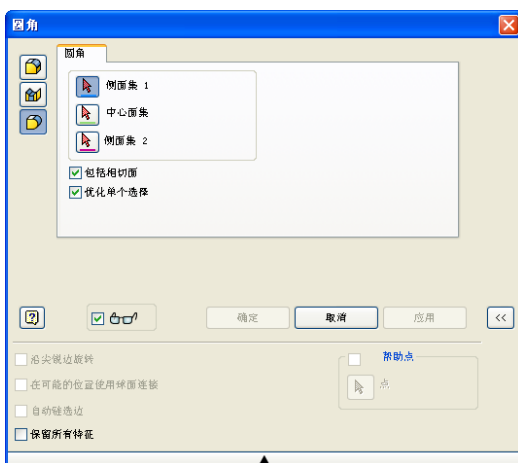

图 3-35 “全圆角”对话框
(3) 全圆角^{图 3-35}：全圆角添加与三个相邻面相切的变半径圆角或外圆角。中心面集由变半径圆角取代。全圆角可用于带帽或圆化外部零件特征，例如加强筋。选择^{图 3-35}打开【全圆角】对话框如图 3-35 所示。
- 【侧面集 1】选项，选中^{图 3-35}指定与中心面集相邻的模型或曲面实体的一个或多个相切、相邻面。若要添加面，请单击“选择”工具，然后单击图形窗口中的面。
- 【中心面集】选项，选中^{图 3-35}指定使用圆角替换的模型或曲面实体的一个或多个相切、相邻面。若要添加面，请单击“选择”工具，然后单击图形窗口中的面。
- 【侧面集 2】选项，选中^{图 3-35}指定与中心面集相邻的模型或曲面实体的一个或多个相切、相邻面。若要添加面，请单击“选择”工具，然后单击图形窗口中的面。